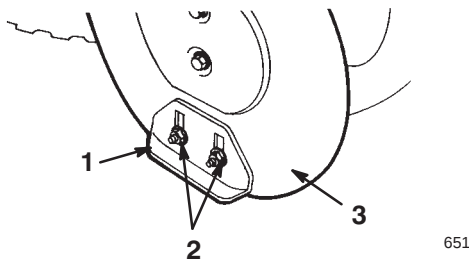

Bild 21
5. Lösen Sie die vier Bundmuttern, mit denen beide Kufen an den Seitenplatten der Schnecke befestigt (Bild 21) sind, bis sich die Kufen leicht nach oben und unten verschieben lassen.
10. Ziehen Sie die vier Bundmutter fest, mit denen beide Kufen an den Seitenplatten der Schnecke befestigt sind (Bild 21).